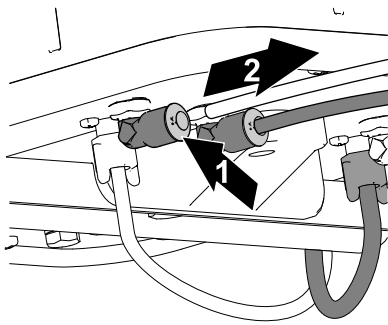

Рисунок 15
2. Нажмите внутрь запорное кольцо (Рисунок 15).
3. Вытяните трубку наружу из штуцера (Рисунок 15).